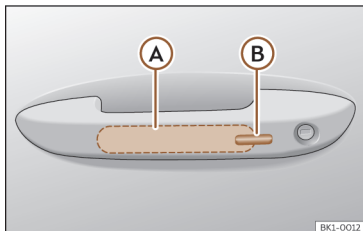

Fig. 83 Manípulo da porta: superfícies sensoras.
>>> **Fig. 83**
- Toque na superfície sensora >>> **Fig. 83 (B)** situada no lado exterior do manípulo da porta. Todos os indicadores de mudança de direção piscam uma vez
• Antes de passarem 5 segundos, toque uma vez no sensor do lado exterior do manípulo da porta >>> **Fig. 83** . Ao fazê-lo, não agarre o manípulo. O sistema Keyless Access fica desativado temporariamente.